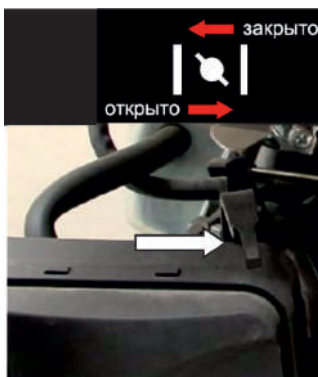

Рис. 16
5. Через 5 секунд после пуска двигателя плавно переведите рычаг воздушной заслонки в положение «Открыто» (рис. 16).